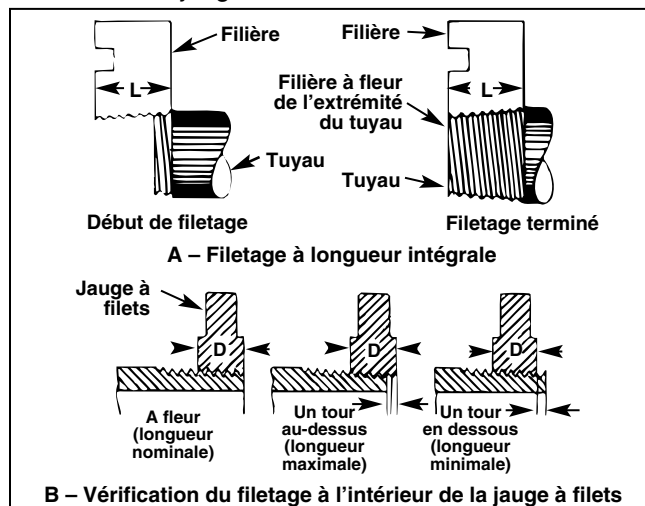

Figure 11 – Vérification de la longueur des filetages
(Figure 11)
1. La longueur des filetages sera correcte lorsque l'extrémité du tuyau arrive à fleur de l'arrêt des filières (Figure 11).